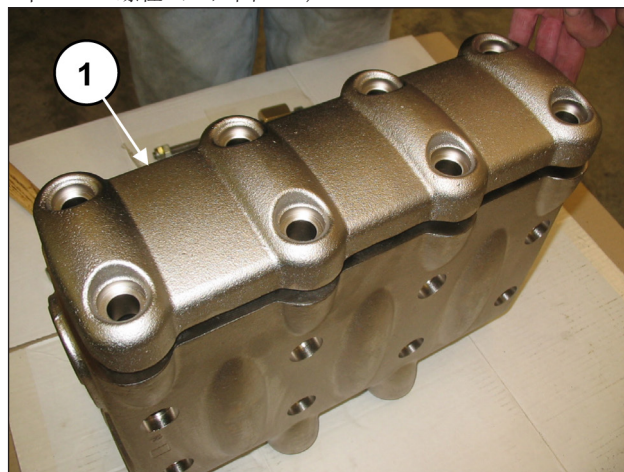
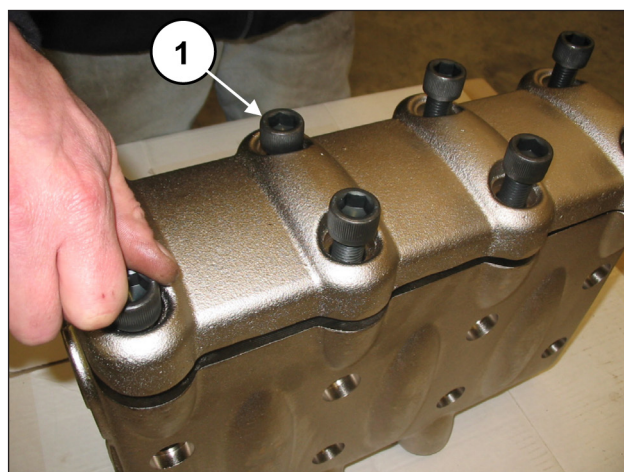

图 132
图 133
阀组和阀塞的安装结束后，盖上阀盖（①，图 132）并拧紧8个M16x55螺栓（①，图 133）。